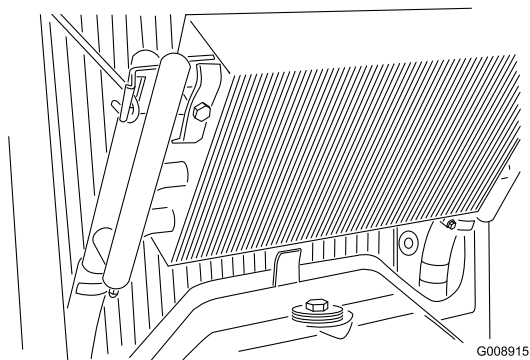

図 64
4. オイル・クーラのラッチを外し、クーラーを後ろに傾ける (図 64)。